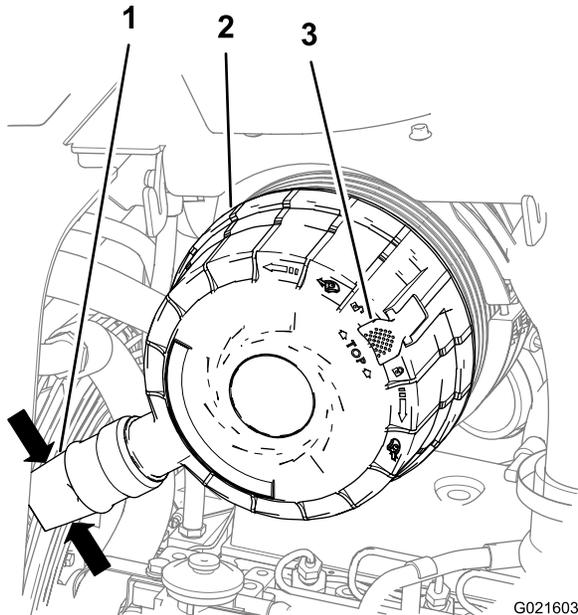

Figura 46
Aperte as laterais da válvula de descarga de poeira para liberar eventual acúmulo de água, poeira ou sujeira da válvula (Figura 46).
2. Puxe para fora o fecho da tampa do filtro de ar (Figura 46).
3. Gire a tampa do filtro no sentido horário até que o protetor de poeira esteja na posição de 8 horas (Figura 46).
4. Empurre para dentro o fecho da tampa do filtro até assentá-la completamente (Figura 46).